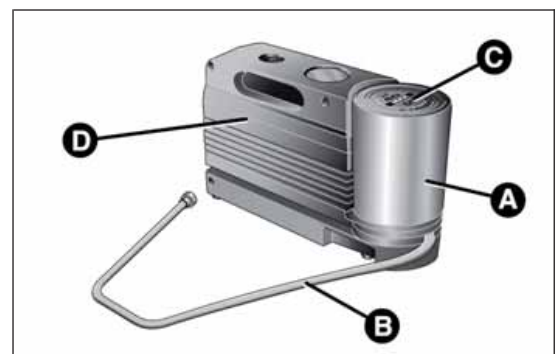

Abb. 23
- Spraydose A Abb. 23 mit Dichtungsflüssigkeit, ausgestattet mit: